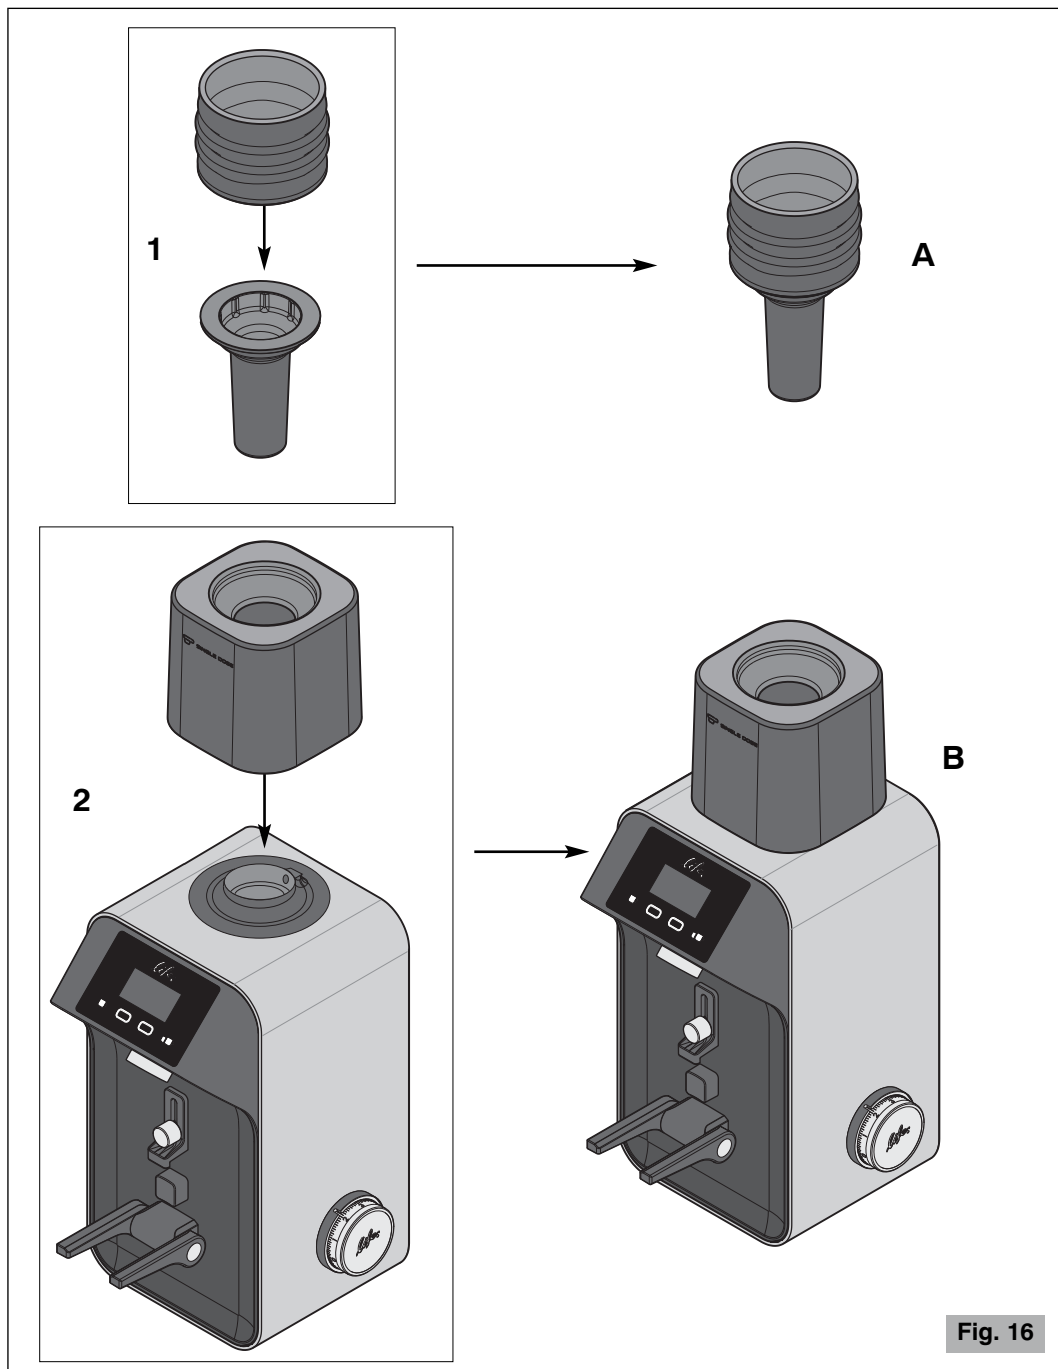

Fig. 16
5. Inserire il soffietto nello spingigrani (punto 1 della Fig. 16).
6. Posizionare nella sua sede il supporto del kit (punto 2 della Fig. 16).
- 5 Inserire l'insieme soffietto-spingigrani (A Fig. 16) nell'imbocco del supporto lasciandolo appoggiare sui grani di caffè (Fig. 16a).
Non operare mai senza la campana fissata dall'apposita vite (6a, Dettaglio A Fig. 3) oppure senza aver posizionato il supporto del kit singola dose (punto 2 Fig. 16).